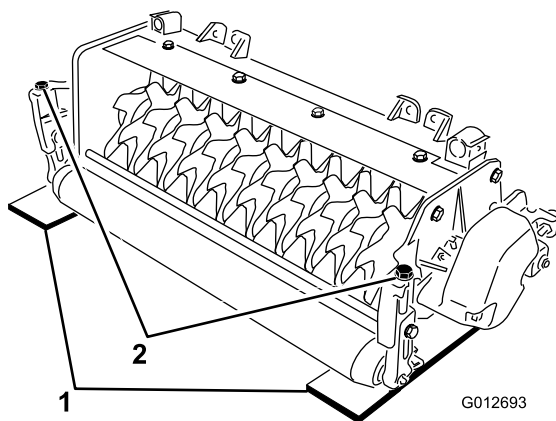

図 4
2. 希望する深さ刃が地面に食い込む深さと同じ厚さのゲージバーを 2 枚用意し、ユニットの左右で後ローラとバーチカッターリールの下にあてがう。図 4。
- 各刈高ブラケットについている調整ボルト 図 4 を使って、リール刃の両端を床に接触させる。